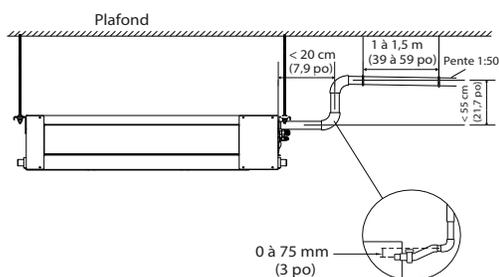

Figure 14 – Tuyauterie d'évacuation de condensat avec pompe
- Le point culminant de la tuyauterie de condensat doit se trouver le plus près possible du module (voir la figure 14).